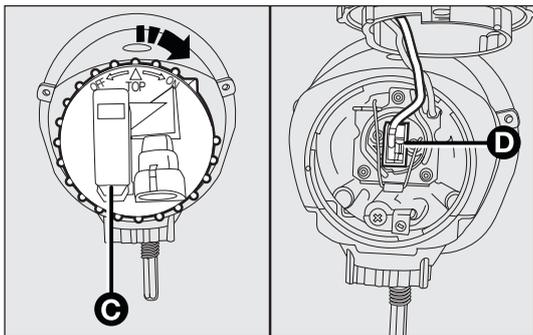

fig. 150
- afloje la tapa C-fig. 150 y desconecte el conector D;